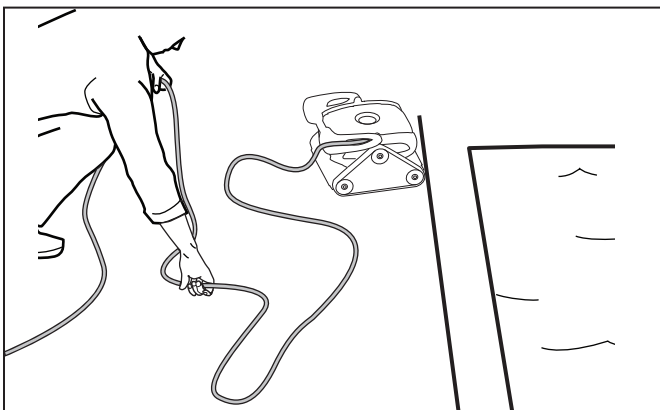

Figura 23. Desenrede el cable flotante
2. Saque el limpiador de la piscina y desenrede todas las vueltas y los nudos del cable flotante, comenzando desde el cabezal del limpiador (vea la figura 23).